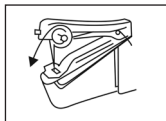

Fig. 11
- 2] Faites passer le fil sur le contrôle de la tension entre les deux disques argentés (voir Fig. 11).